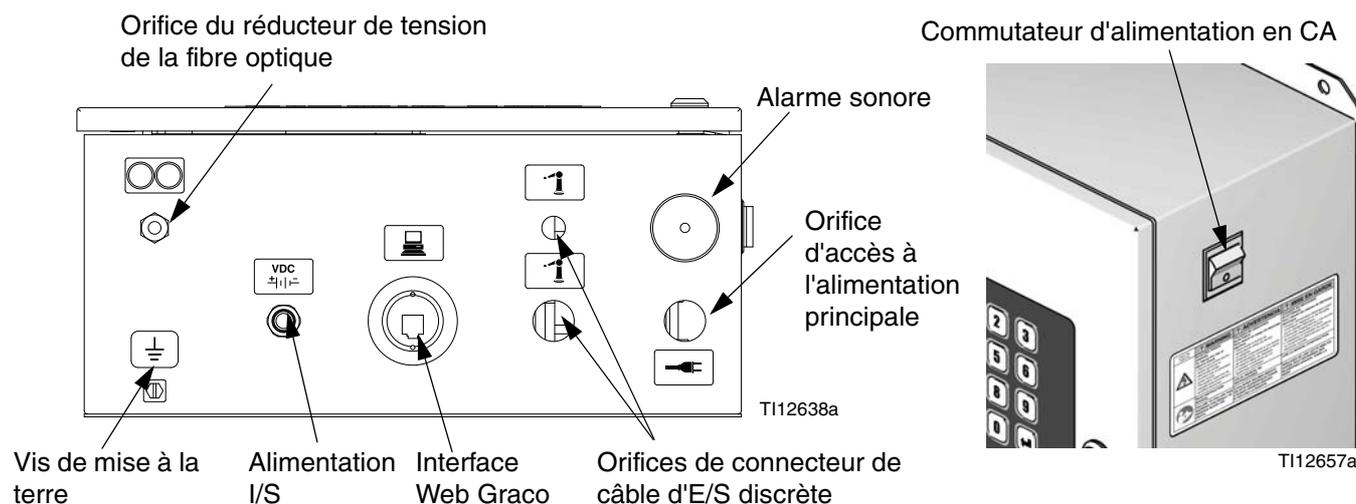

FIG. 18 : EasyKey Raccords et commutateur d'alimentation en CA
- Le diamètre du port d'accès d'entrée d'alimentation  est de 22,4 mm (0,88 po.). Il accepte un raccord de réducteur de tension passe-cloison ou une gaine de câbles. Consultez FIG. 18.
1. Alimentez en courant le EasyKey. Installez un protecteur réducteur de tension ou un protecteur du tube du port de EasyKey.  . Consultez FIG. 18.
1. Branchez une extrémité du câble d'alimentation électrique de la station de fluides au connecteur EasyKey $\overset{\text{VDC}}{\pm} | | \text{---}$. Consultez FIG. 18.
3. Le câble à fibres optiques a été attaché en usine sur le connecteur de la station de fluides . Consultez FIG. 18.